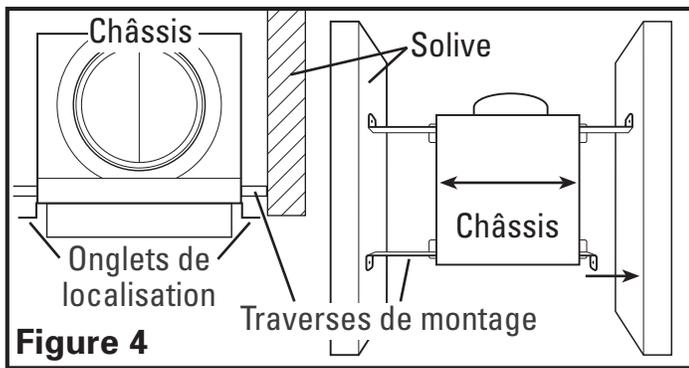
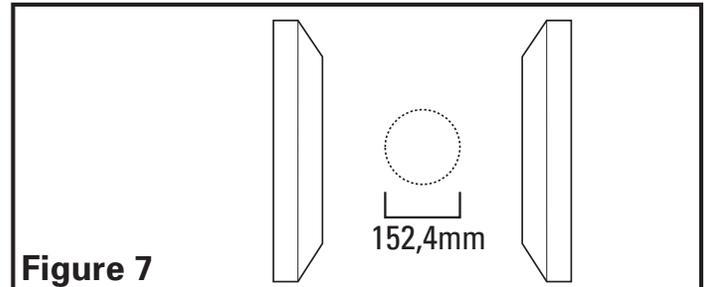
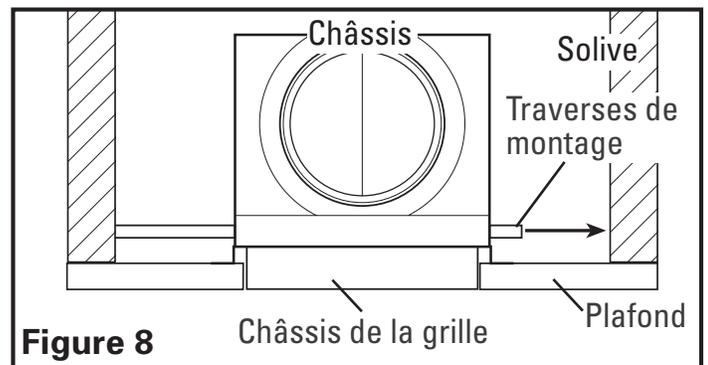

Figure 4
Figure 7
Figure 8
- Installation des traverses de montage : Installez les traverses à travers le châssis de la grille et placez-les à côté de la solive. En vous aidant des onglets de repère situés sur le châssis, alignez-les de sorte à ce qu'ils soient à effleurement de la partie inférieure de la solive. Fixez l'extrémité des traverses aux solives, en vous servant des vis de 25,4 mm incluses, et faites glisser le châssis en position finale (**Figure 4**).
1. **Installation des traverses de montage :** Déterminez l'emplacement de la grille et découpez une ouverture circulaire de 152,4 mm en faisant attention de ne pas couper ou endommager des composants électriques ou tout ou autre matériel dissimulé (**Figure 7**). Installez les traverses sur le châssis et placez le collet du châssis de la grille dans l'ouverture découpée de sorte qu'elle soit à effleurement du plafond final (**Figure 8**). Fixez les extrémités des traverses aux solives (**Figure 4**).